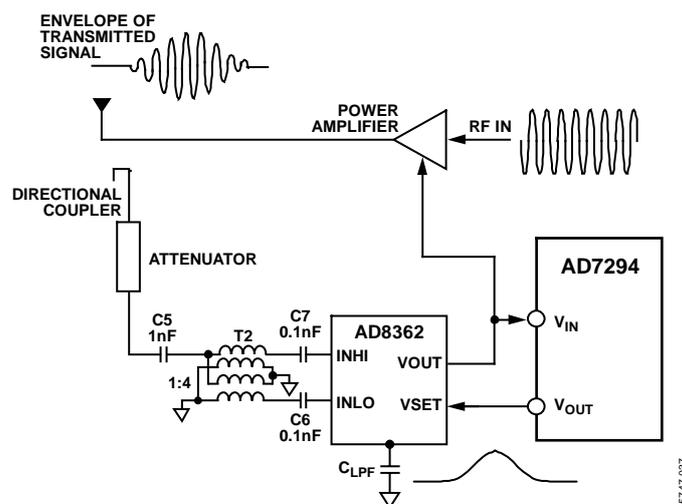

図 60. セットポイント・コントローラの動作
ゲイン制御モードでは、所望の出力電力に dB 値で比例するセットポイント電圧が、AD8362 のようなパワー・ディテクタに加えられます。パワー・アンプ (PA) の出力電力のサンプルが、方向性カプラーと減衰器 (またはその他の方法) を介して、AD8362 に入力されます。VOUT は PA のゲイン制御ピンに接続されています (図 60 参照)。AD8362 は VOUT と RF 入力信号との間で規定された関係に基づいて、VOUT の電圧 (VOUT は誤差アンプ出力になります) を調節して、RF 入力でのレベルが入力された VSET に対応するようにします。AD7294 は AD8362 の出力を追跡する帰還ループを構成して、AD8362 の VSET 入力を調節します。